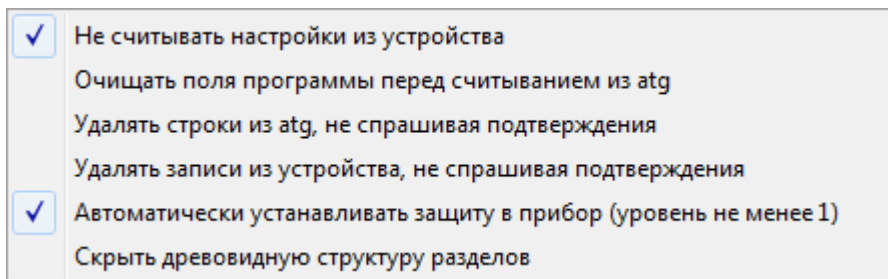

Рис.4 – Меню Настройки программы.
2. Панель настроек. Опции вкладки дублируются в меню **Настройки программы** (рис.4).